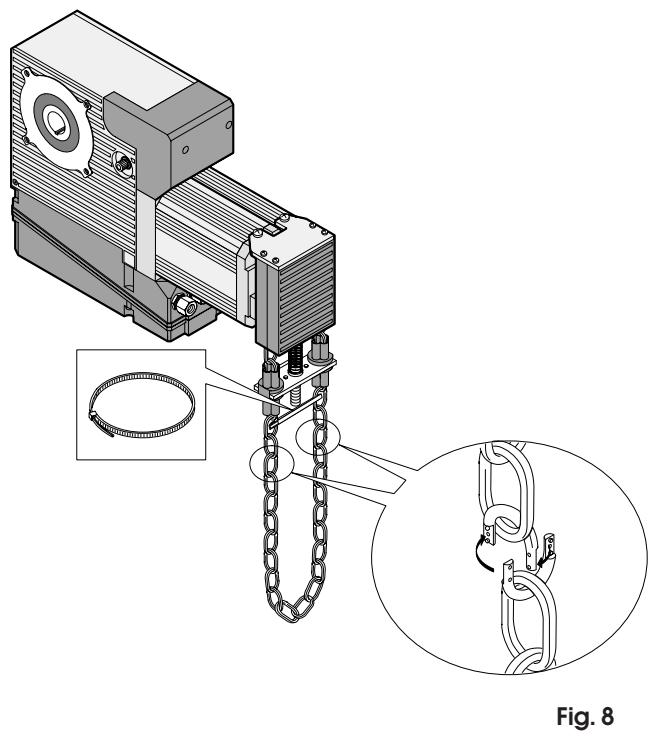

Fig. 8
Si se utiliza el kit de prolongación de la cadena, hay que sustituir el muelle de equilibrado (fig. 10 ref. 3) por el contenido en el kit, asimismo se aconseja pegar entre sí los elementos de los eslabones de unión durante el ensamblaje (véase fig. 8).